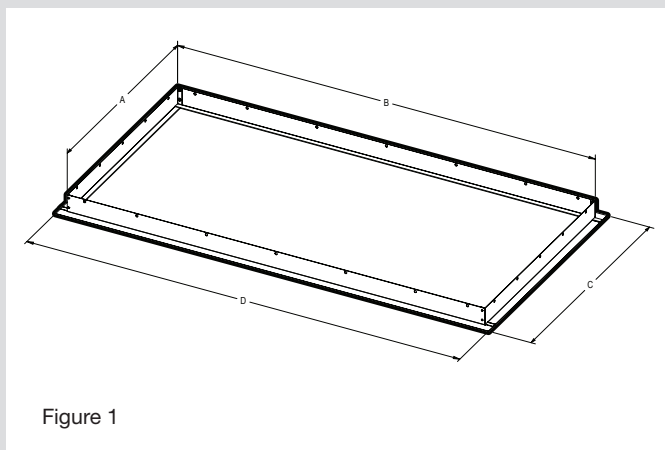
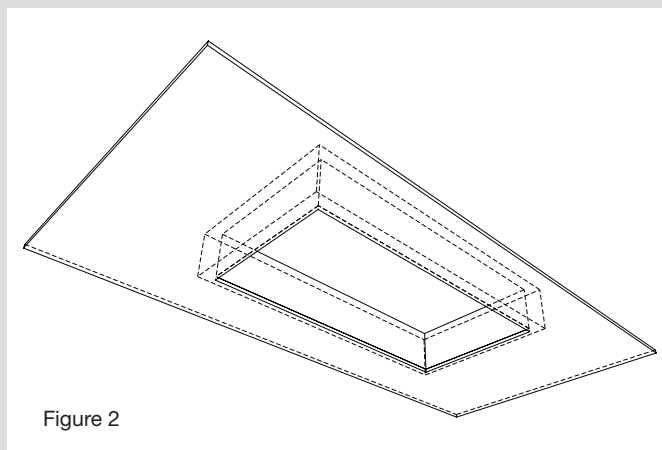

Figure 1
Figure 2
1. S'assurer d'avoir un trou rectangulaire dans le plafond (tableau 1 Fig. 1) et d'avoir un coffrage en bois de mêmes dimensions (Fig. 2).